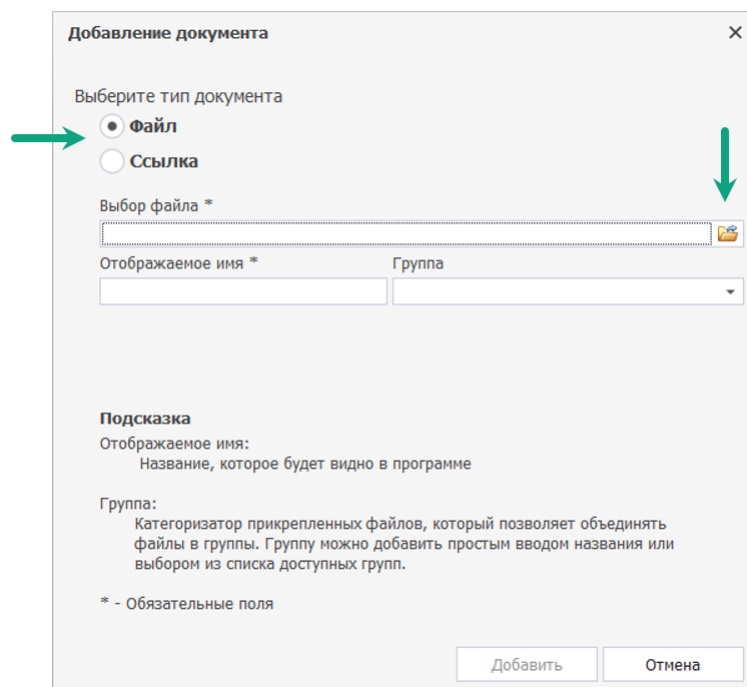

Рис. 36 Выбор типа документа
2. В окне «Добавление документа» с помощью переключателя выберите тип добавляемого документа, Рис. 36.